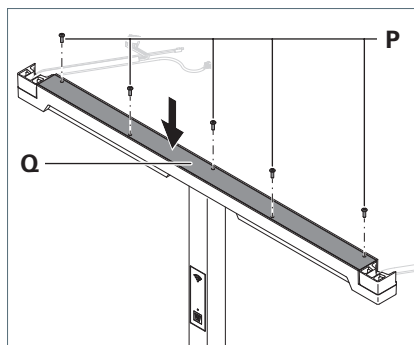

Fig. 11: Traversa- Montare la copertura.
1. Posare la copertura **Q** sulla traversa, vedere Fig. 11.